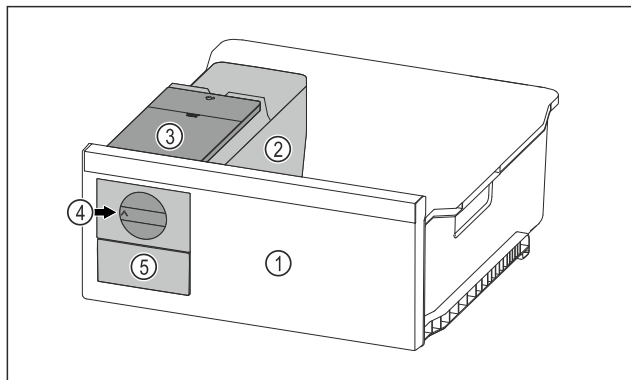

Fig. 28 Príklad zobrazenia
- ▶ Otočný gombík Fig. 28 (4) otočte v smere hodinových ručičiek až na doraz.
- ▷ Kocky ľadu vypadávajú z misky na kocky ľadu do zásuvky na kocky ľadu Fig. 28 (5).